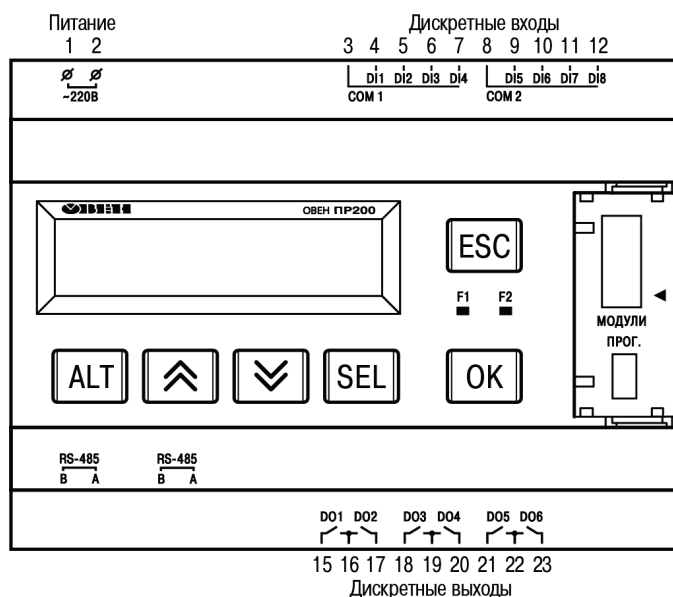

Рисунок 4.1 – Вид на лицевую сторону ОВЕН ПР200 (крышка над разъемом подключения модулей условно не показана)
4.1.2 Корпус прибора имеет ступенчатую трехуровневую форму. На лицевой (передней) плоскости корпуса расположены элементы индикации и управления, на задней поверхности корпуса расположены защелки крепления прибора на DIN-рейке. **На верхних и нижних ступенчатых поверхностях** корпуса размещены разъемные соединения прибора (клеммники), через которые осуществляется подключение исполнительных механизмов, дискретных и аналоговых датчиков, линий связи RS485 и других внешних связей (см. рисунок 4.1).